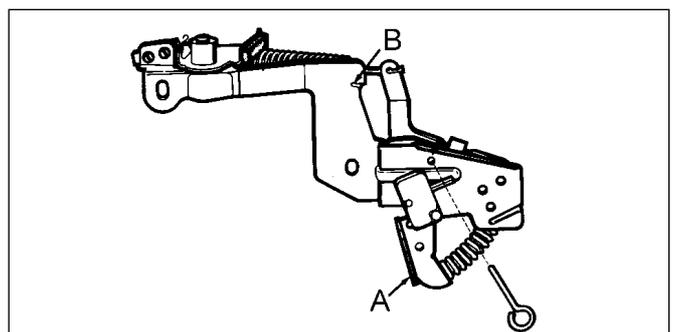

Abb. 4
- Drücken Sie die Feder zusammen, indem Sie den Bremshebel in Richtung des Zündsteckers bewegen. Sobald die Öffnung im Bremshebel (A) auf einer Linie mit der Öffnung im Bremsschenkel (B) liegt, blockieren Sie den Bremshebel mit Hilfe des Sicherungsstifts (Werkzeug-Nr. 670298) (Abb. 4). Nehmen Sie das Schwungrad heraus und führen Sie die im Abschnitt ZÜNDUNG dieses Handbuchs beschriebenen normalen Wartungsarbeiten durch. Achten Sie darauf, daß Sie den Bremsklotz bzw. den Bremsmechanismus nicht beschädigen.